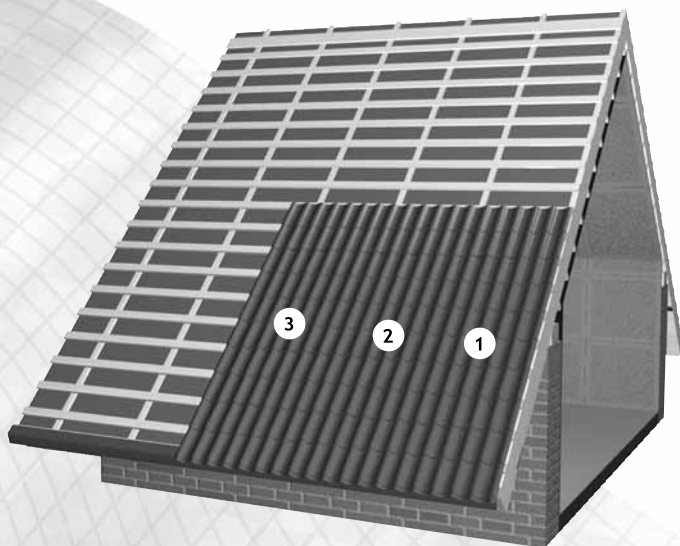

Рис. 20. Формирование ровной нижней линии
2. Уложить второй и третий листы так, чтобы нижние края составляли ровную линию (рис. 20). Скрепить нахлест одним самонарезающим винтом по низу волны под первой поперечной складкой.